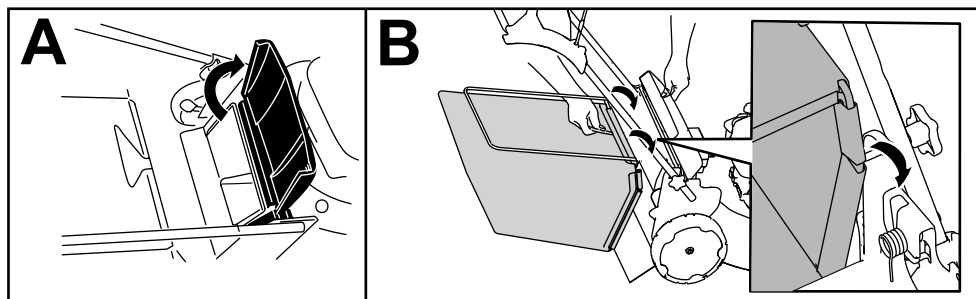

Figure 19
- Soulevez le déflecteur arrière et maintenez-le dans cette position (A de Figure 19).
- Montez le bac à herbe en veillant à insérer les ergots dans les fentes sur le support du guidon (B de Figure 19).